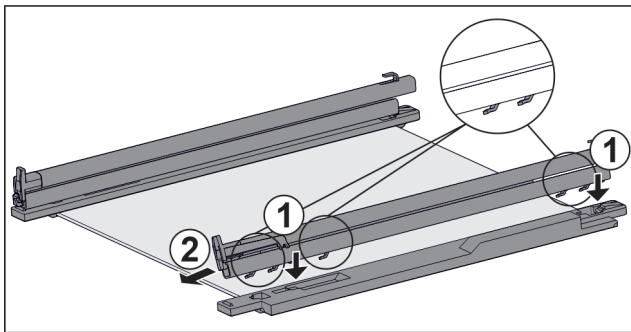

Fig. 121 Sklenená doska s koľajničkami a prídržnými dielmi
- ▶ Nasadte háky koľajničky na otvory **ľavého** prídržného dielu. Fig. 121 (1)
- ▶ Potiahnite koľajničku dopredu. Fig. 121 (2)
- ▶ Nasadte háky koľajničky na otvory **pravého** prídržného dielu. Fig. 121 (1)